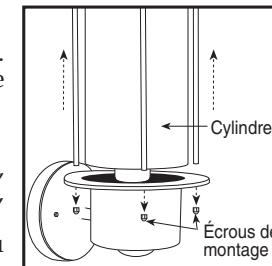

Figure 5
- Si l'applique est cylindrique, dévisser les écrous de montage inférieurs et soulever légèrement le corps de l'applique. Insérer l'ampoule. Refixer le corps de l'applique au moyen des écrous de montage (voir la figure 5).